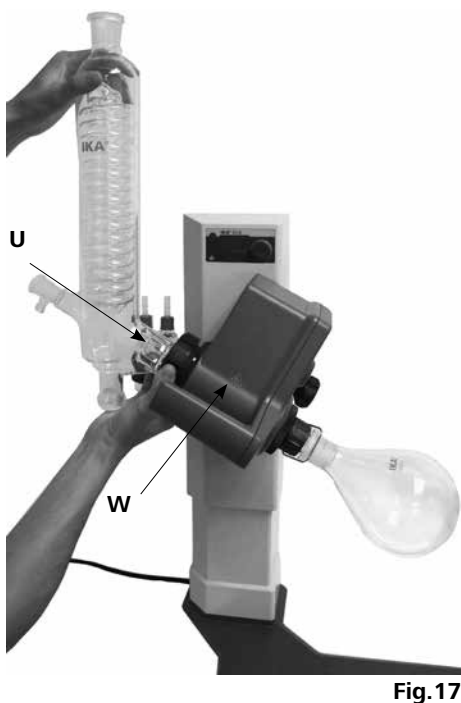

Fig.17
- Вставьте колпачковую гайку в конденсатор, а затем установите пружинное кольцо на фланец конденсатора (U).
- Установите конденсатор на привод вращения (W) и вручную затяните колпачковую гайку. (Fig.17)